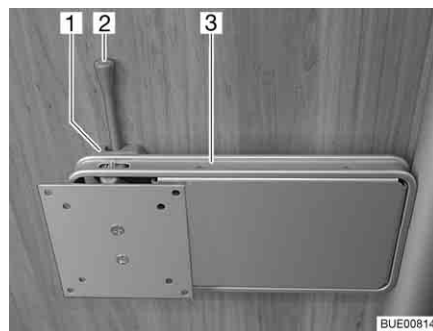

Fig. 84 Support sur colonne
- Pousser le levier de déverrouillage (Fig. 84,2) sur le côté et pivoter le support (Fig. 84,3) et l'écran plat pour les amener en position souhaitée.
- Pivoter l'écran plat en sens inverse, jusqu'à ce que le support (Fig. 84,3) s'enclenche dans le verrouillage (Fig. 84,1).